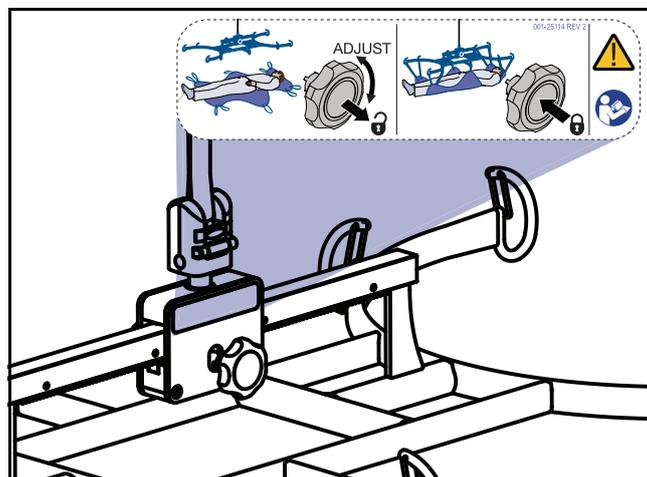

Fig. 7
**AVISO: A regulação só deve ser realizada com o suporte de maca sem carga, tal como se apresenta na etiqueta situada no suporte (consulte a Fig. 7).**